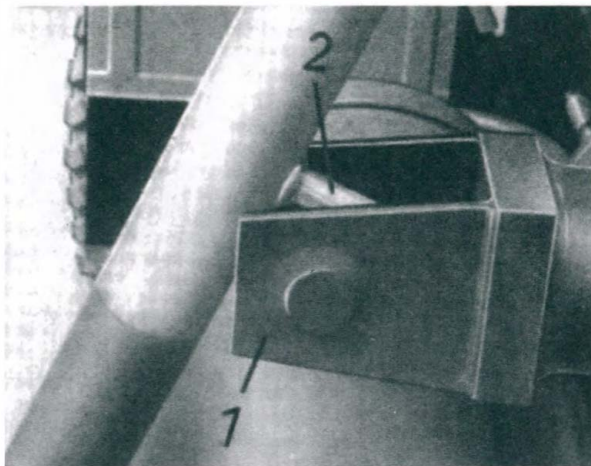

Рис.3 Предохранение шарнирной опоры промежуточной рамы
- б) Опрокидывающуюся платформу приподнимите до упора и зацепите буксирной тягой за болт опорного шарнира промежуточной рамы (см. рис. 3).